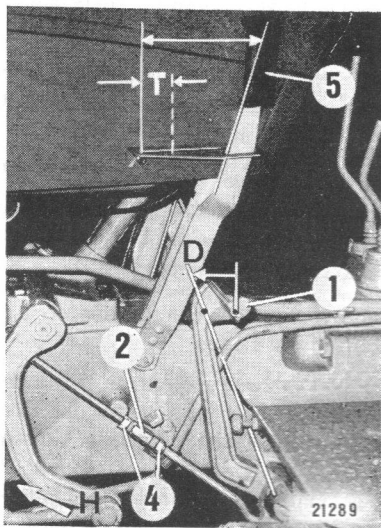
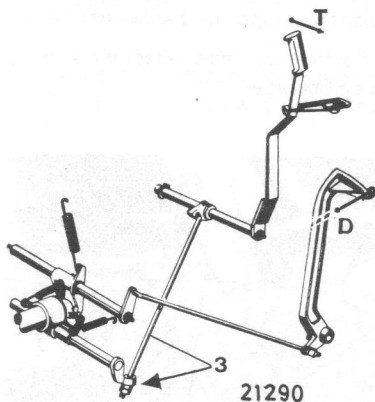

Fig. 82
Fig. 83
Raccourcir la biellette de poussée (3) Fig. 83) en agissant sur la manette (5) Fig. 82) pour y rencontrer une course à vide de 25 mm. Resserrer les contre-écrous. La biellette de poussée est accessible après démontage du couvercle — H — du trou de visite située dessous la cloche d'embrayage.